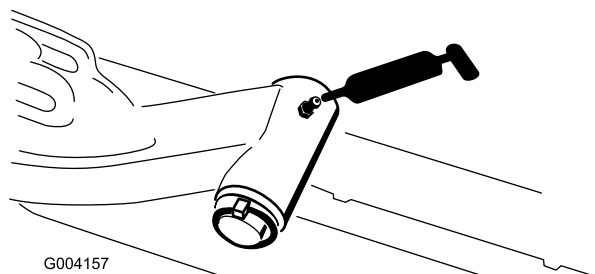

Figura 30
- Eixo das articulações do braço de elevação (1 cada) (Figura 30)